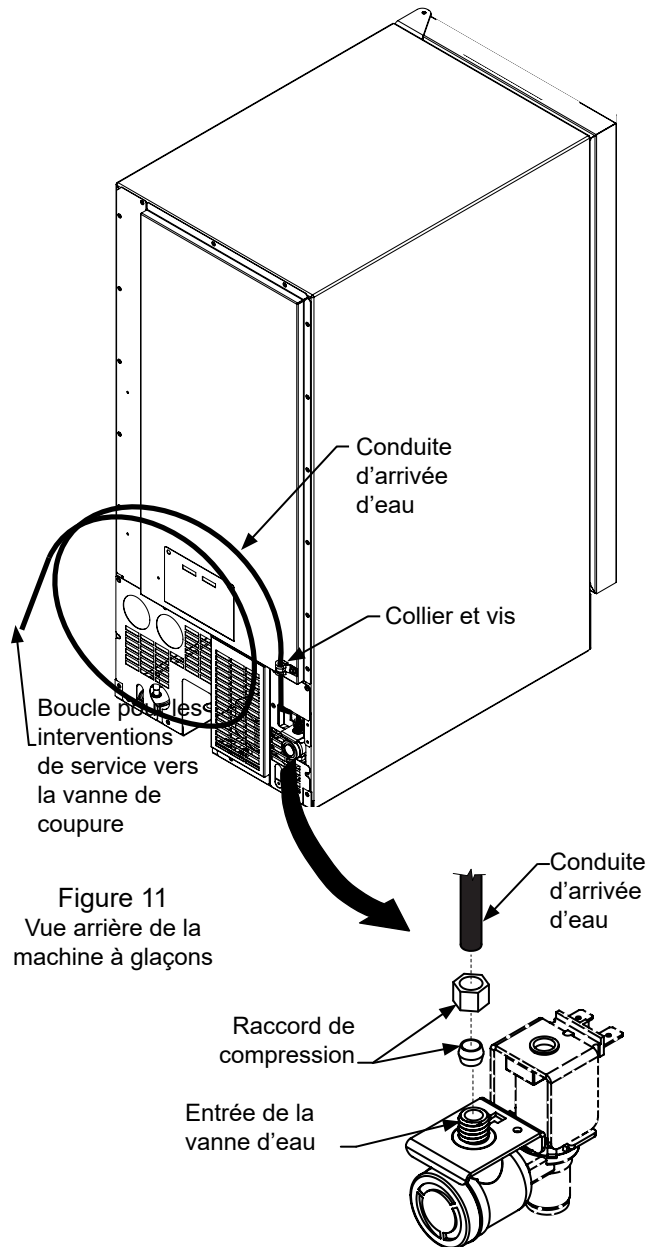

Figure 11
Utilisez du tube en cuivre de 1/4" pour votre arrivée d'eau, disponible localement dans toute quincaillerie ou magasin de fournitures de plomberie. Formez le tuyau de cuivre de 1/4" en fonction des besoins de votre installation, en prenant soin de ne pas le pincer. Achetez suffisamment de tube en cuivre et enroulez-le derrière l'appareil pour former une "boucle pour interventions de service", qui permettra que l'appareil soit tiré et sorti à des fins de dépannage ou de nettoyage (Voyez la Figure 11). Connectez le tube en cuivre sur la partie haute d'un tuyau d'arrivée d'eau froide, pour éviter que l'appareil à glaçons ne s'obstrue avec des sédiments.
**IMPORTANT :** Fixez la conduite d'arrivée d'eau sur l'arrière de l'armoire avec la vis et le collier fournis à l'angle du panneau arrière (Voyez la Figure 11).